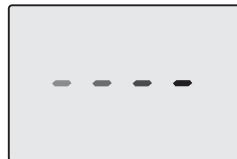
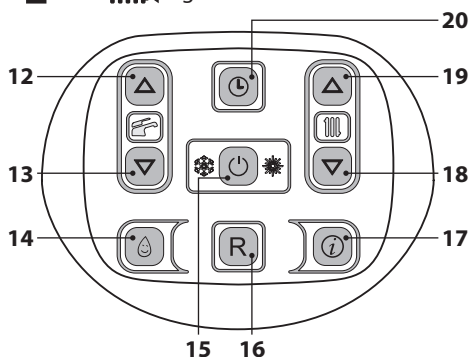

Figura 6.6
Figura 6.7
- Alimentare elettricamente la caldaia azionando l'interruttore bipolare previsto in installazione Il display LCD visualizza il simbolo  (Figura 6.6).
- Tenere premuto per 2 secondi il tasto 15 fino a far apparire sul display entrambe i simboli  e  (Figura 6.7).
- Spegnerne la caldaia tenendo premuto per 2 secondi il tasto 15 (Figura 6.7) fino a far apparire sul display LCD il simbolo - - - - (Figura 6.6).